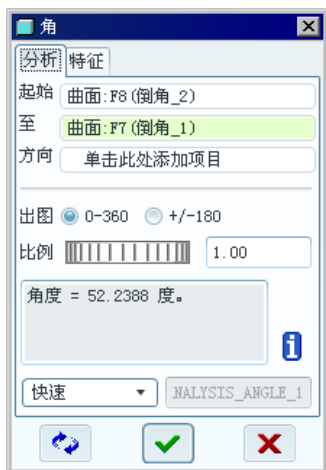

图 8.1.13 “角”对话框
Step2. 选择下拉菜单 分析(A) → 测量(M) → 角度(A) 命令。
Step3. 在弹出的“角”对话框中, 打开[分析]选项卡, 如图 8.1.13 所示。
(3) 在图 8.1.13 所示的[分析]选项卡的结果区域中, 可查看测量的结果。